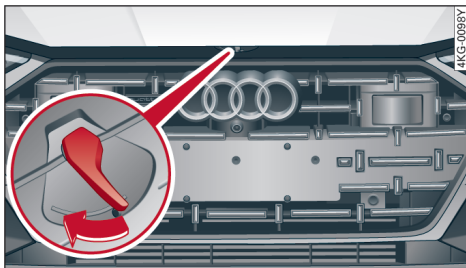

图 163 已开锁的发动机舱盖：手把
- ▶ 沿箭头方向推操纵手柄 ⇒ 图 163。这时，抓钩被开锁。